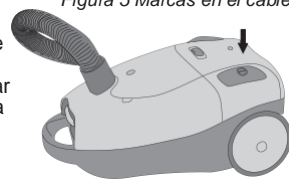

Figura 6 Interruptor de encendido/apagado
7. Introduzca el enchufe en la toma de pared y pulse el botón de encendido/apagado. Para apagar el aparato, vuelva a pulsar el botón de encendido/apagado, véase la figura 6.